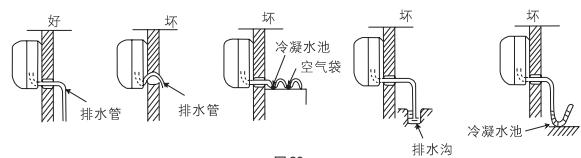

图 28
- (1) 用附件⑭排水管与室内机组的出水管连接起来。
(2) 如要使冷凝水流得舒畅，排水管应倾斜少许，如图28所示。